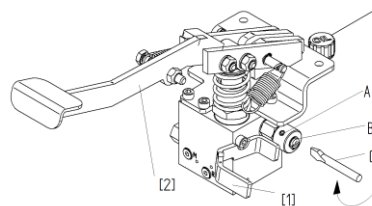

Bild 4
- ➔ Lossa klämskruven (A)
- ➔ Justera sänkningsspindelns (B) med en skruvmejsel (C)
- ➔ Lås positionen med klämskruven (A) (se Bild 4)